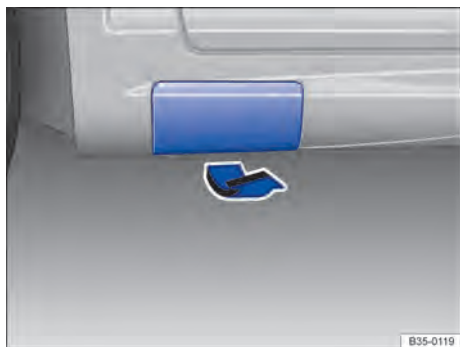

Fig. 237 Atrás no lado esquerdo do veículo: reba-ter a cobertura.
O macaco pode ser colocado somente nos pontos de recepção do macaco mostrados e somente com a cobertura aberta \Rightarrow Fig. 237. É válido o ponto de apoio localizado próximo à roda correspondente \Rightarrow .
6. Procurar sob o veículo o ponto de recepção do macaco \Rightarrow Fig. 237 mais próximo da roda a ser trocada.